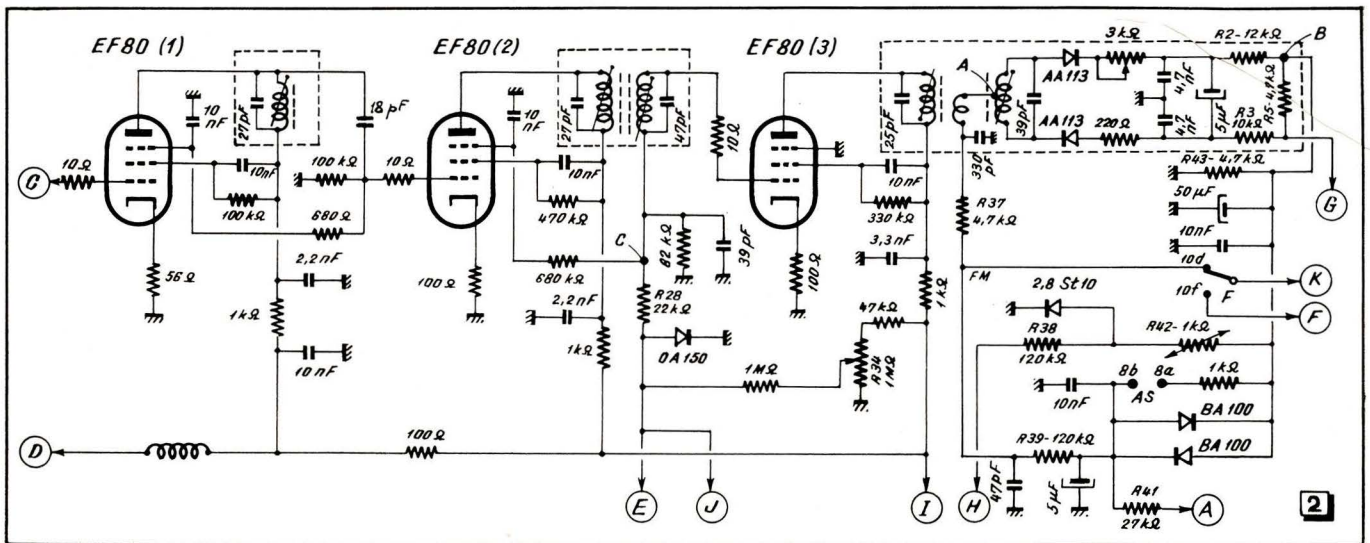

Fig. 2. — Une extrême sensibilité en FM est obtenue grâce à cet amplificateur F.I. à trois étages.
La structure générale de la tête V.H.F. n'a rien de très particulier, et nous dirons seulement quelques mots sur le dispositif de rattrapage automatique du désaccord de l'oscillateur. Une tension stabilisée de 2,3 V environ est obtenue à l'aide de la résistance  $R_{38}$  et de la diode Zener 2,8 St 10 (fig. 2). Pour que cette tension soit stable en fonction de la température également, on fait appel à un pont formé par la thermistance  $R_{12}$  et la résistance  $R_{13}$  (fig. 2).
dans le sens qui tend à rétablir l'accord exact. Les deux diodes BA 100 (fig. 2) limitent la tension de « rattrapage » à 600 mV, tandis que le dispositif lui-même peut être supprimé par la fermeture des contacts 8a-8b, correspondant à la touche AS enfoncée (fig. 3).
Son schéma est celui de la figure 2 et il comporte, comme on le voit, trois étages équipés de EF 80. Disons, sans entrer dans les détails, que cet amplificateur est doté de performances tout à fait exceptionnelles en ce qui concerne le gain, la bande passante, et, surtout, la linéarité de la caractéristique de phase. Les trois pentodes possèdent des résistances de cathode non shuntées, calculées de façon à compenser la variation de la capacité d'entrée du tube, lorsque ce dernier fonctionne en limiteur. De cette façon, aucune déformation de la courbe de réponse n'est à craindre, quelle que soit l'amplitude du signal reçu. La perte de gain qui résulte de l'introduction des résistances non shuntées est compensée par un neutrodynage judicieux.
thode follower » (triode de gauche ECC 83, de la figure 4) à l'aide d'une tension déterminée par l'état de conduction de la triode de droite du même tube. Cette dernière triode reçoit, sur sa grille, à travers l'ensemble BA 100 - R 52, une tension qui provient du circuit de grille du tube EF 80 (2), fonctionnant en limiteur. En l'absence de tout signal, la tension au point C (fig. 2) est pratiquement nulle, et il en est de même de celle qui existe en A de la figure 4, en faisant abstraction d'une légère polarisation négative due au courant de grille à travers  $R_{22}$ . Le courant anodique de la triode est donc relativement important, de sorte que la tension en B (fig. 4) est très faible, de l'ordre de 25 V. La tension en C est donc, tout au plus, de 2 à 3 V, et la triode se trouve bloquée, car sa tension de cathode est de l'ordre de 25 V.
Mais aussitôt qu'un signal est reçu, le point A devient négatif, le courant anodique de la triode correspondante diminue, et le point C (fig. 4) devient suffisamment positif pour débloquent la triode « cathode follower ». Le seuil d'action du dispositif est ajustable par  $R_{34}$  (fig. 2). En AM le réglage silencieux n'agit pas, car les deux contacts, SA (accord silencieux) et F (posi-
tion FM) sont alors ouverts. Ajoutons que la diode OA 150 (fig. 2) empêche la ligne de réglage silencieux de devenir positive. La courbe de la figure 5 montre comment varie la tension de sortie B.F., en fonction de la tension H.F. à l'entrée, avec ou sans réglage silencieux.
grille du tube indicateur reçoit la tension négative de commande à partir du point C de la figure 2, à travers une diode BA 100 et une résistance de 100 k $\Omega$ .
Les tensions mesurées en l'absence de tout signal aux différents points des figures 2 et 4 sont indiquées par le tableau I.